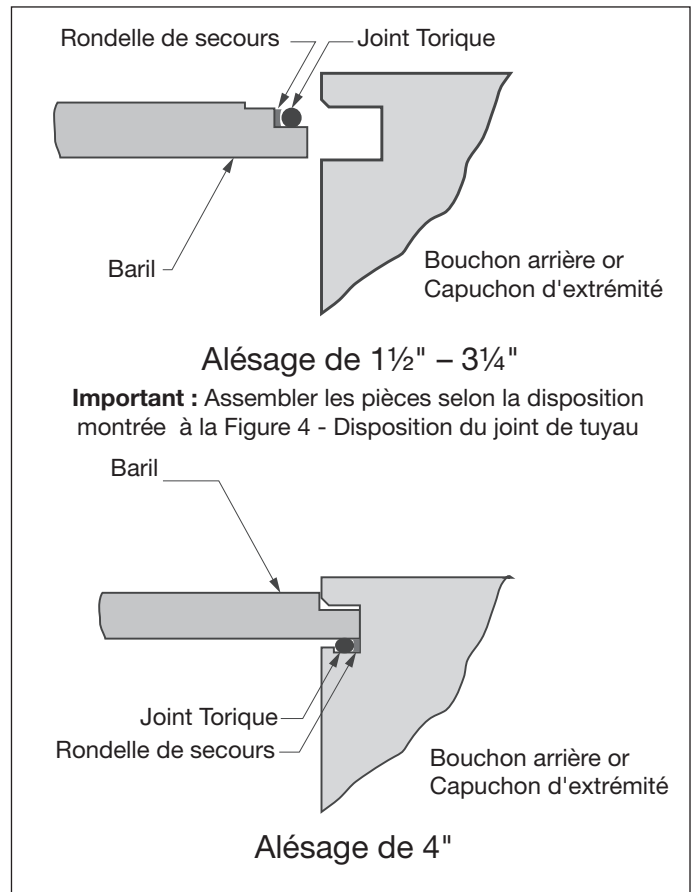

Figure 4 - Disposition des joints de la base
- a. Couvrir chaque rondelle de retenue et joint torique d'huile ou de graisse (compatible avec les fluides du système). Assembler ces pièces sur la première arête (étape) à chaque extrémité du tuyau. Voir la partie supérieure de la Figure 4 pour des détails.
- a. Couvrir chaque rondelle de retenue et joint torique d'huile ou de graisse (compatible avec les fluides du système). Assembler ces pièces à l'intérieur de la rainure du tuyau pour chaque capuchon d'extrémité. Noter les entailles sur le diamètre interne de la rainure. Voir la partie inférieure de la Figure 4 pour les détails.